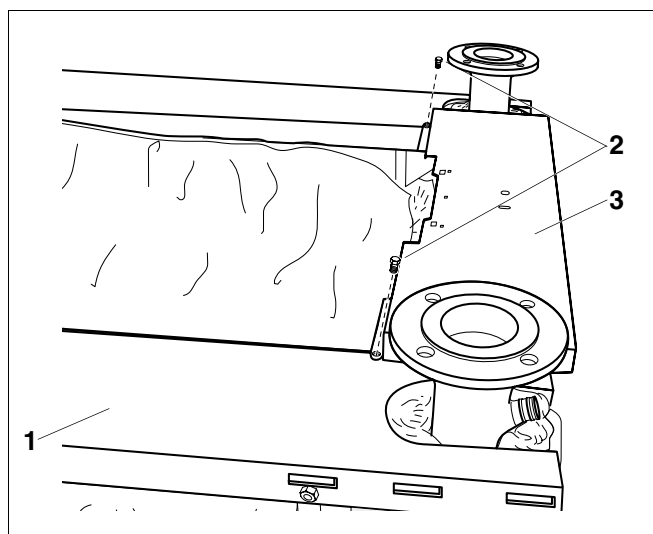

Fig. 51 Montage du capot avant de la chaudière
- Poser le capot avant (fig. 51, **pos. 3**, colis jaquette pack A) et fixer à l'aide de deux vis à tête plate 3,9 x 9,5 (fig. 51, **pos. 2**) aux faces arrière des capots latéraux (fig. 51, **pos. 1**).